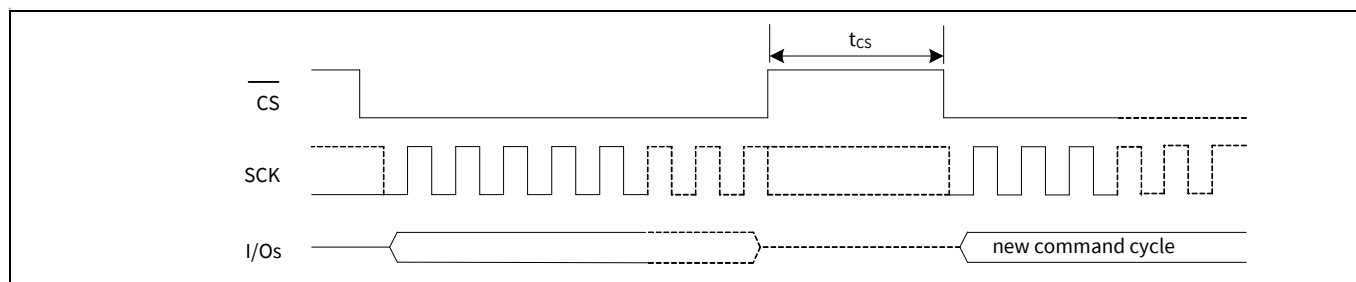

Figure 116 芯片取消选择 ($\overline{\text{CS}}$ 为高电平) — t_{CS} 时序
21. t_{CS} 指的是指定 SPI 模式下 (SPI, DPI 或 QPI) 开始新指令周期前芯片选择 ($\overline{\text{CS}}$ 为高电平) 的最小时间。该参数保证在主机开始新指令周期前, 先前操作已成功完成。请参考 Figure 116。
21. t_{CS} 指的是指定 SPI 模式下 (SPI, DPI 或 QPI) 开始新指令周期前芯片选择 ($\overline{CS}$ 为高电平) 的最小时间。该参数保证在主机开始新指令周期前，先前操作已成功完成。请参考 Figure 116。
机开始新指令周期前, 先前操作已成功完成。请参考 Figure 116。